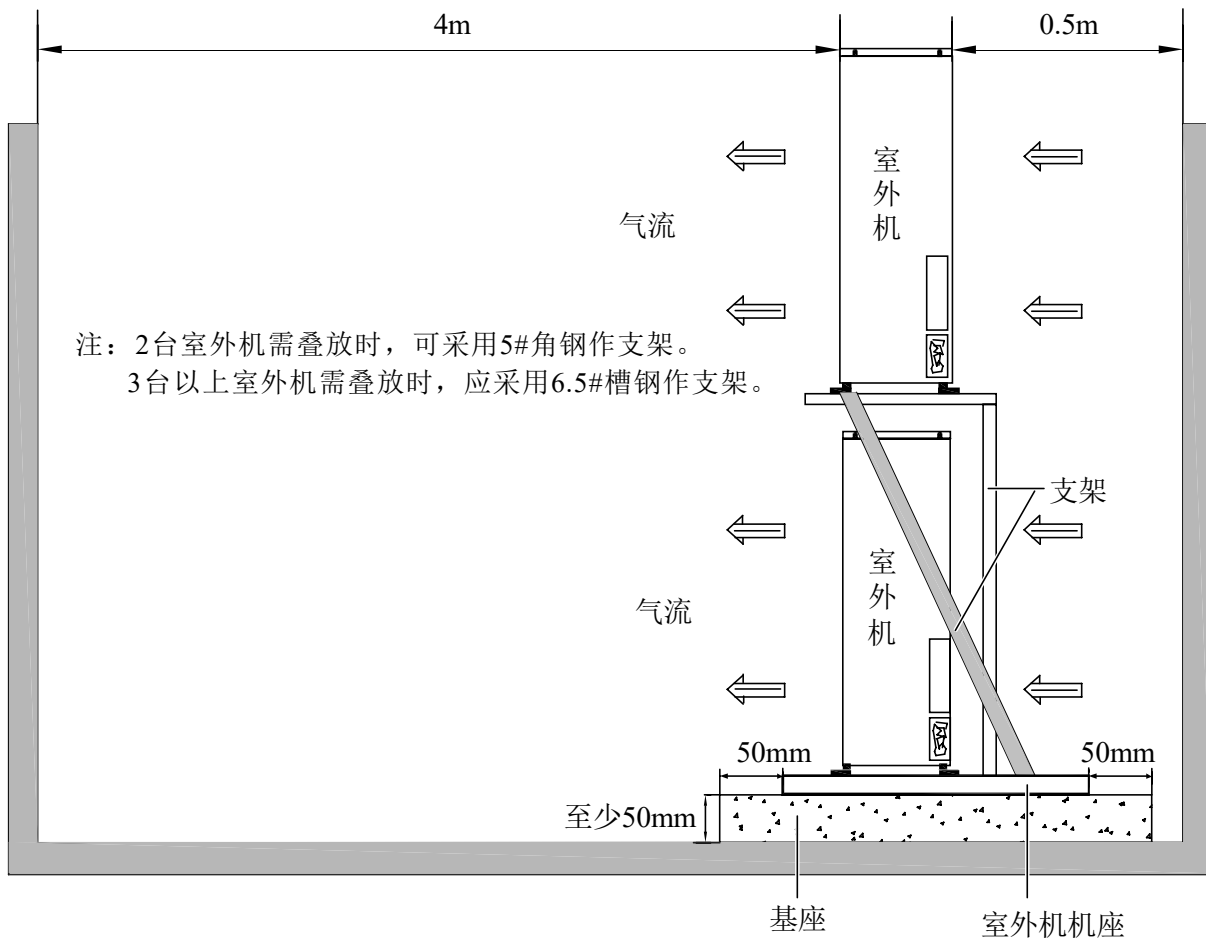

图 2.5.1.2 多台室外机重叠放置安装示意图
8. 如果有多台室外机需重叠放置时，按照图 2.5.1.2 所示方式安装。